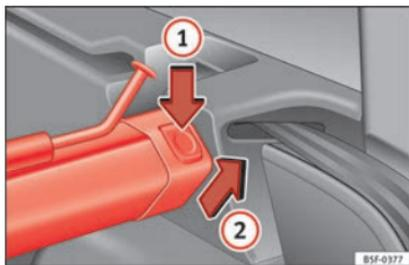

Fig. 168 Nel bagagliaio: smontare la rete divisoria.
- Premere il tasto di sblocco sinistro o destro » fig. 168 nella direzione indicata dalla freccia ①.
- Rimuovere la scatola dal supporto nel senso della freccia » fig. 168 ②.
- Premere la scatola nei supporti sinistro e destro nel senso contrario a quello della freccia » fig. 168 ② fino allo scatto.